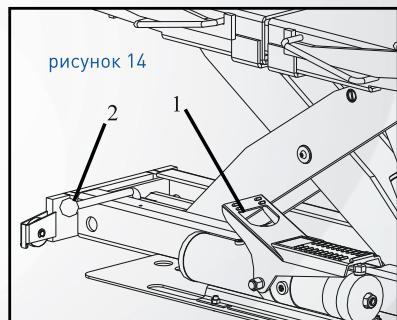

рисунок 14
1. Без нагрузки выжмите педаль (1/рис. 14) насоса, чтобы поднять траверсу на весь ход штока, для проверки работоспособности.
2. Проверьте защелки безопасности, подняв траверсу до первой безопасной позиции (высота около 444мм) и потом, подняв траверсу, высвободите защелки безопасности и в то же время поверните рычаг безопасности [2/рис. 14].
3. Проверьте защелки безопасности, подняв траверсу до второй безопасной позиции (высота около 351мм) и потом, подняв траверсу, высвободите защелки безопасности и в то же время поверните рычаг безопасности [2/рис. 14].